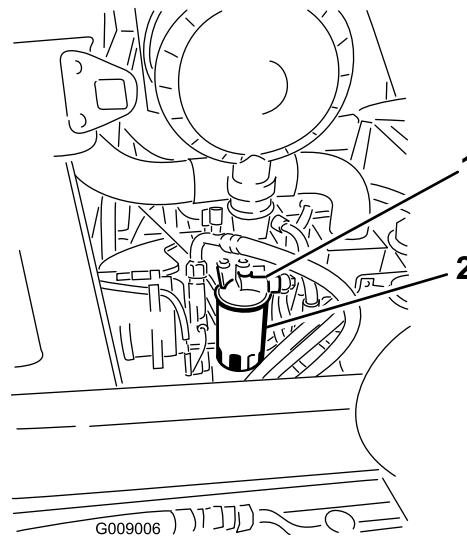

Figura 63
1. Limpie la zona alrededor del cabezal del filtro de combustible (Figura 63).
2. Retire el filtro y límpie la superficie de montaje del cabezal del filtro (Figura 63).